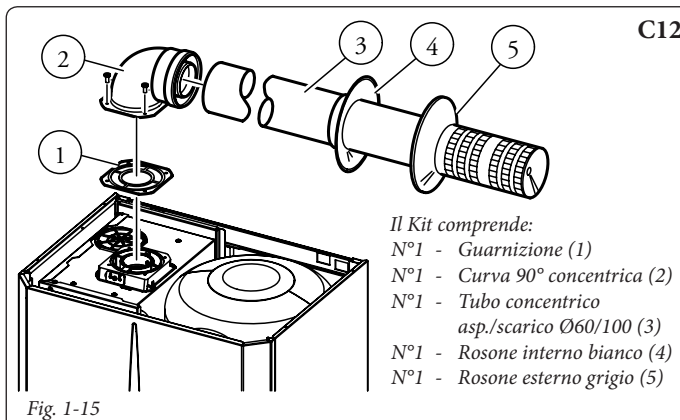

Fig. 1-15
Questo terminale permette l'aspirazione dell'aria e lo scarico dei fumi direttamente all'esterno dell'abitazione. Il Kit orizzontale può essere installato con l'uscita posteriore, laterale destra, laterale sinistra e anteriore (Fig. 1-15 + 1-21).
Kit orizzontale di aspirazione - scarico Ø60/100. Montaggio kit (Fig. 1-15): installare la curva con flangia (2) sul foro più interno della caldaia interponendo la guarnizione (1) e serrare con le viti presenti nel kit. Innestare il tubo terminale (3) con lato maschio (liscio), nel lato femmina (con guarnizioni a labbro) della curva (2) sino a portarlo in battuta, accertandosi di avere già inserito il relativo rosone interno ed esterno, in questo modo si otterrà la tenuta e la giunzione degli elementi che compongono il kit.